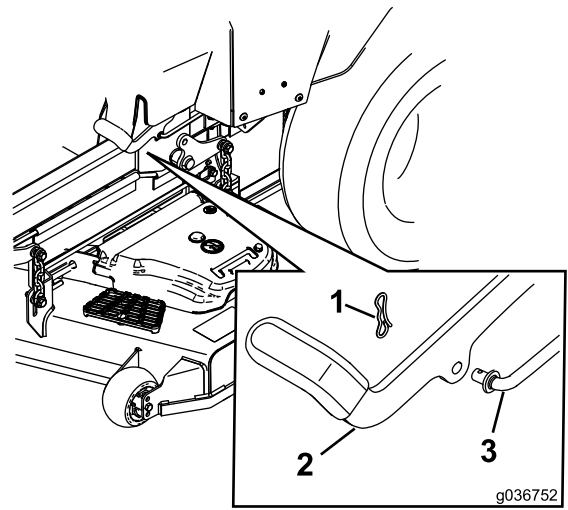

Figura 57
6. Si es necesario un ajuste, quite el freno de estacionamiento. Retire el pasador del eje del acoplamiento del freno (Figura 57).